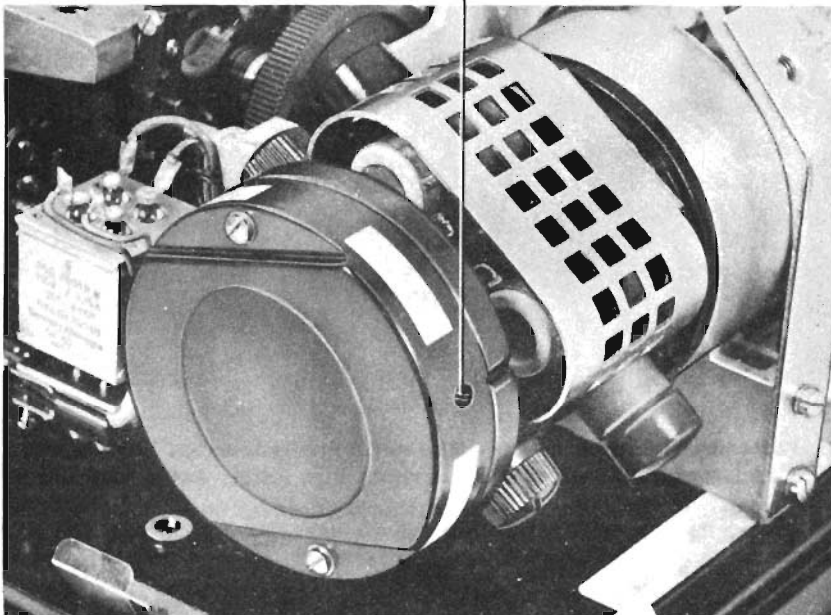

Bild 10. Varvtalsregulatorns justerskruv
3. Vrid med en skruvmejsel justerskruven i hålet medurs om varvtalet skall höjas och moturs om varvtalet skall sänkas (bild 10).